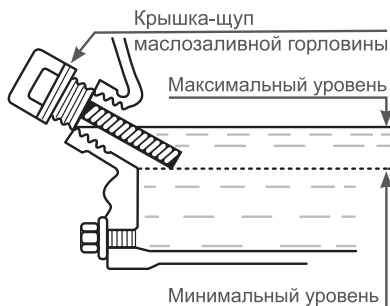

Рис. 7 Проверка уровня масла в картере
- Аккуратно вытащите щуп и осмотрите его. Уровень масла должен соответствовать верхней отметке на щупе. При недостаточном уровне масла в картере необходимо долить чистое масло до верхней отметки на щупе, что соответствует нижней кромке заливного отверстия (Рис. 7). После окончательной проверки, плотно закрутите крышку-щуп.
Максимальный уровень масла в картере соответствует нижней кромке маслозаливной горловины (Рис. 7).